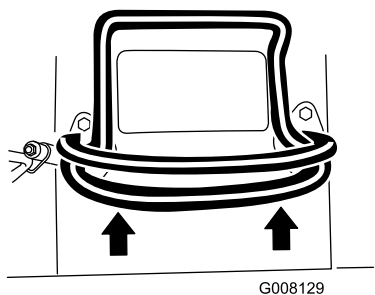

Bild 6
- Bewegen Sie den Fahrtriebshebel nach vorne, um vorwärts zu fahren (Bild 6).